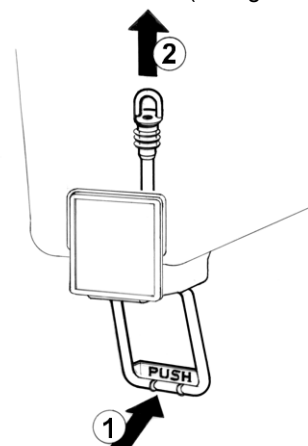

figura 3
- 5 Grifo con tubo de goma: empujar la palanca mando grifo (1) y sacar (2) el tubo goma de salida desde su situación vertical en el fondo del contenedor (ver figura 3).